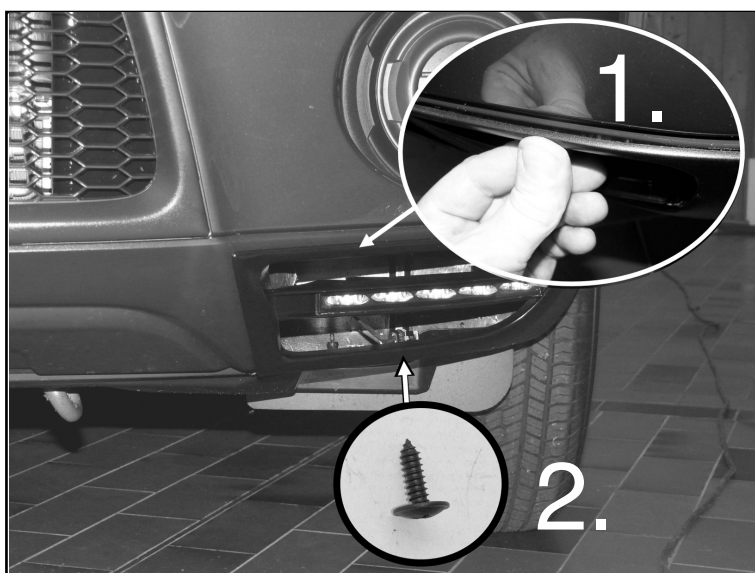

Bild18
(Hinweis: der elektrischer Anschluss erfolgt nach Bild 18)
Reinigen Sie den Rand der Blenden von überschüssiger Klebmasse . (Bild18 Punkt1)
- **Nach einer Ablüftungszeit von ca. 2 Stunden schrauben Sie jeweils eine der beigefügten schwarzen Sicherungs-Blechschauben von unten durch die Blende in den Stossfänger. (Bild18 Punkt2)**